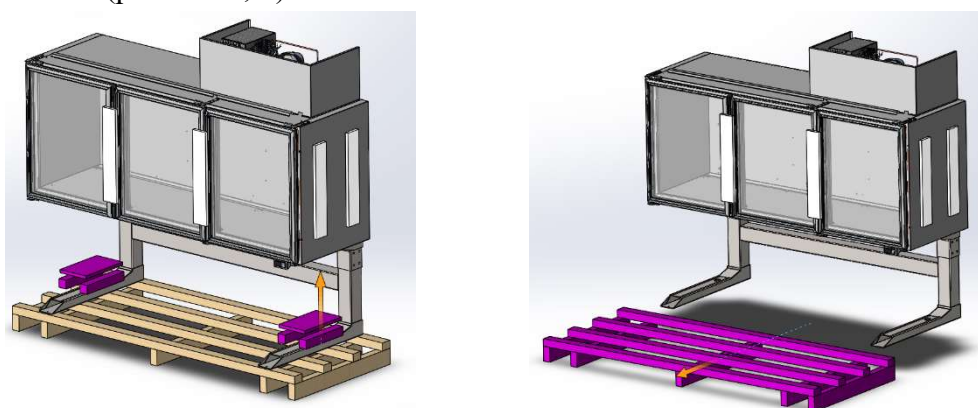

Рис.6.1.3. а) розташування кріпильних елементів; б) палета.
4. Демонтувати бруски, що кріплять вітрину до палети (рис. 6.1.3, а)
5. Зняти вітрину з палети (рис. 6.1.3, б)